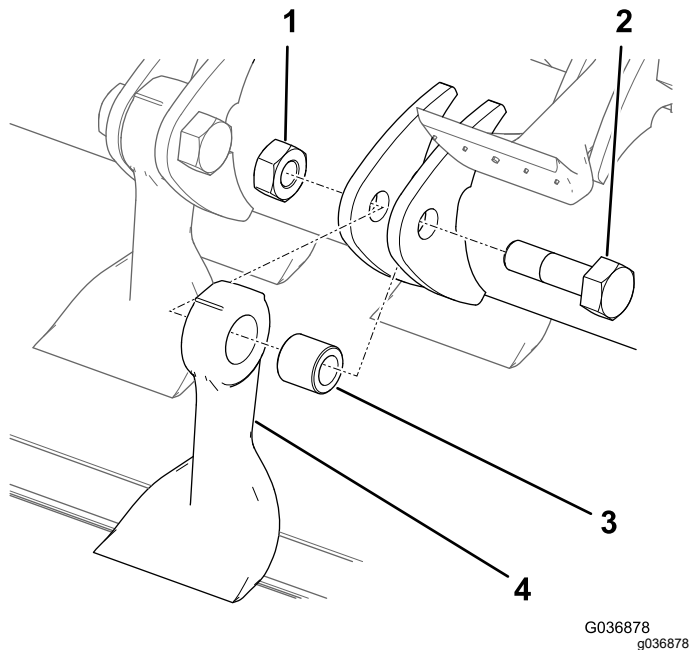

Figura 76
- Afferrando la lama con un panno o un guanto imbottito, rimuovete il dado, il bullone, la boccola e la lama (Figura 76).
- Montate una nuova lama e boccola con un nuovo dado e bullone della lama (Figura 76).